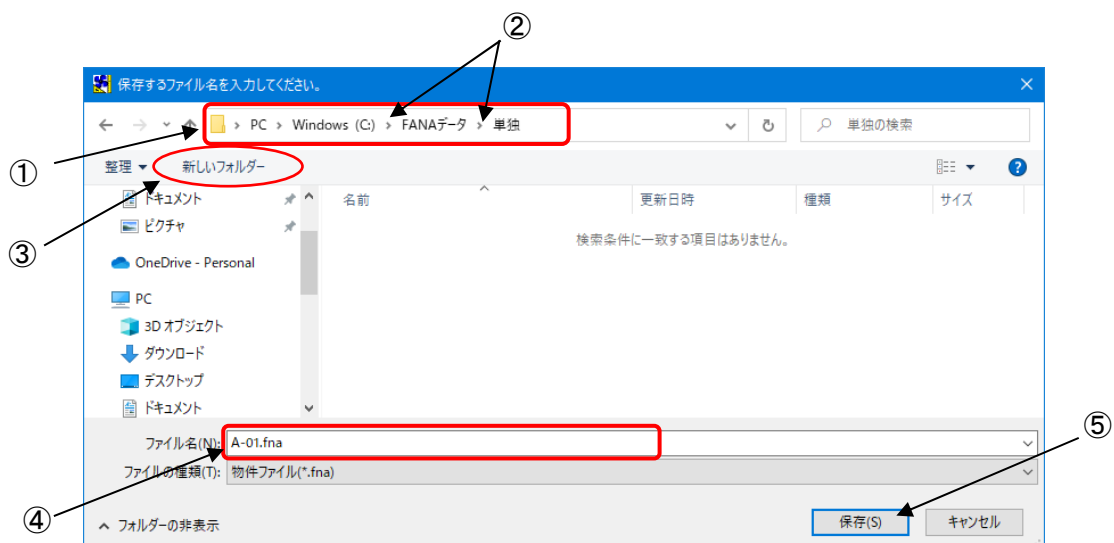

図 2
- (1) 保存先(図 2-①)を設定し、データを登録します。
「>」(図 2-②)をクリックして該当のフォルダーを選択し、保存先を指定します(図 2-①)。
- (2) 新しくフォルダーを作成する場合は、「新しいフォルダー」(図 2-③)をクリックし、フォルダー名を入力します。新しく作成したフォルダーをクリックし、保存先(図 2-①)に表示させます。
- (3) 「ファイル名」(図 2-④)を入力します。
(4) 登録するには「保存(S)」ボタン(図2-⑤)をクリックします。